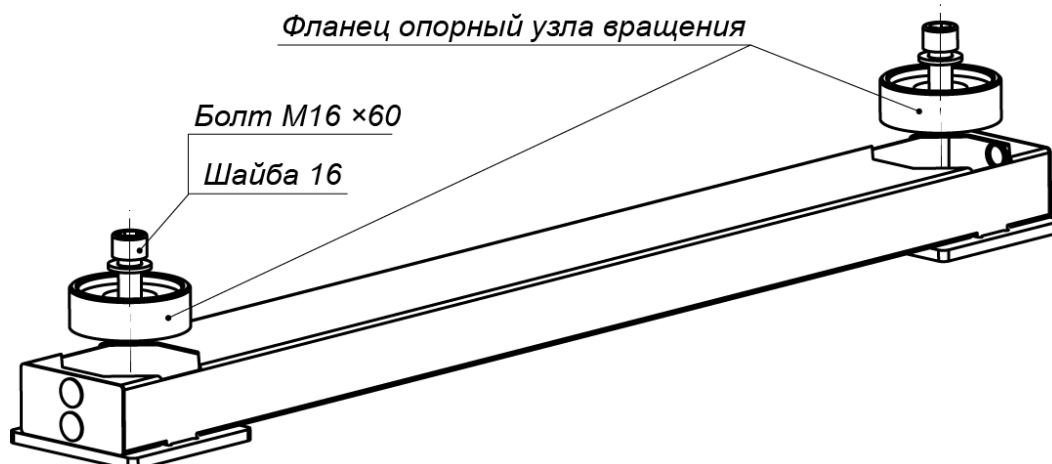

Рисунок 13. Крепление нижней опоры на установочной поверхности
10. Распакуйте нижнюю опору роторов (11) (ящик №6) и установите ее на отверстия с анкерами M16 в установочной поверхности (см. рис. 13). Распакуйте нижние узлы вращения роторов (3) (вставлены в нижнюю опору). В соответствующие места опоры вставьте фланцы опорные узлов вращения роторов и закрепите нижнюю опору на установочной поверхности двумя анкерными болтами M16 с шайбами (в комплект поставки не входят).